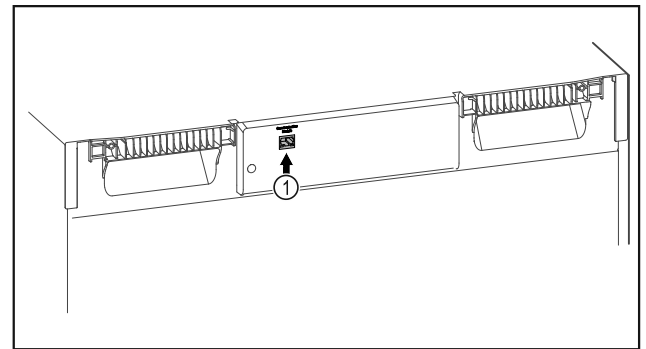

Fig. 107
- SmartModule Fig. 107 (1) on asennettu.